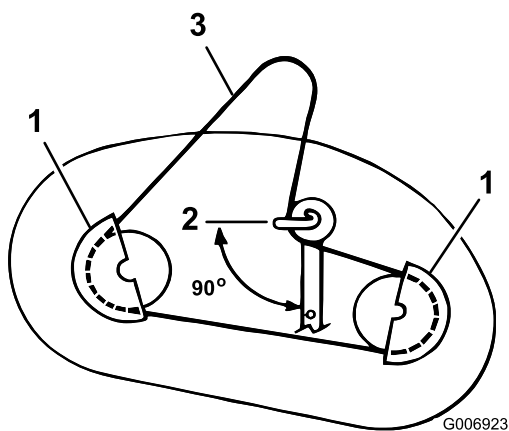

Figure 32
2. Enlevez les vis de fixation des cache-poulie d'entraînement des lames et déposez les poulies (Figure 32).
3. Desserrez sans les enlever le boulon et l'écrou de fixation du galet tendeur et de son guide-courroie (Figure 32).
2. Positionnez le guide-courroie de la poulie de tension de sorte qu'il soit dirigé vers la gauche, 90° par rapport au bras de tension (Figure 32).
4. Posez les cache-poulie gauche et droit à l'aide de leurs vis de fixation (Figure 32).